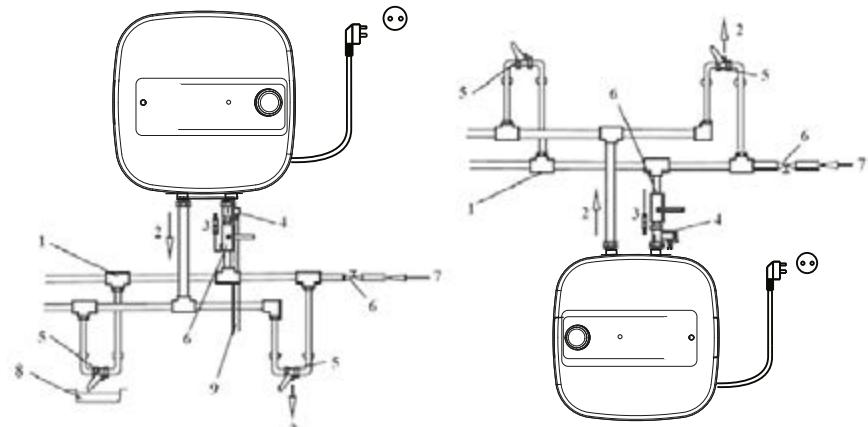

Рис. 7 Для монтажа над раковиной (KN)
- Если пользователь хочет обеспечить поступление воды в несколько точек водоразбора, тогда нужно обратиться к Рис. 7 для ознакомления со способами подключения к трубопроводу.